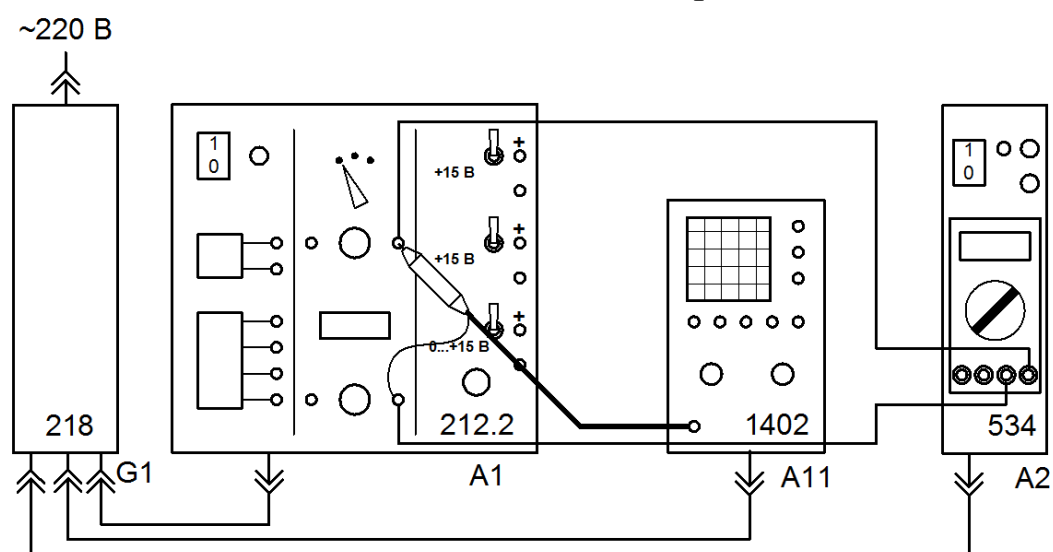

Рис. 1.2. Схема электрическая соединений для измерения параметров переменного напряжения
Схема электрическая соединений эксперимента по измерению параметров переменного напряжения приведена на рис. 1.2.
5. Собрать цепь в соответствии с электрической схемой соединений эксперимента рис. 1.2. К выходу генератора напряжений специальной формы целесообразно подключить сначала мультиметр